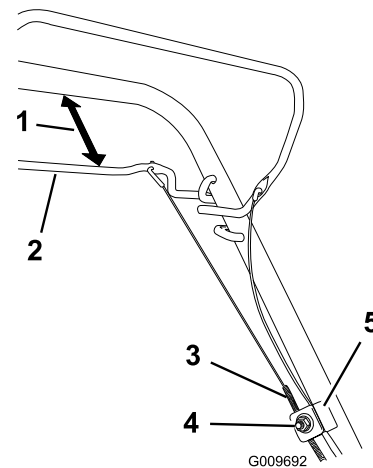

Bild 39
1. Lösen Sie die Kabelstützenmutter (Bild 39).
2. Halten Sie den Selbstantriebsbügel 25 bis 38 mm vom Bügel entfernt (Bild 39).
3. Ziehen Sie den Kabelmantel (zum Rasenmäher), bis das Kabel stramm ist (Bild 39).